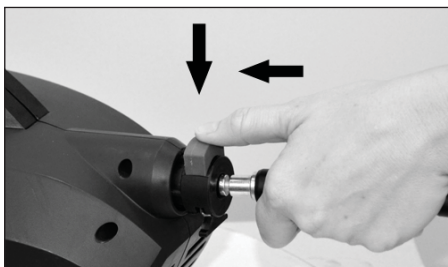

Figura 6 - Conecte la manguera de jardín a la unidad
5. Conecte la lanza a la pistola, giro y bloqueo; Conecte la boquilla de la lanza pulsando el botón de conexión fácil (ver la figura 6 & 7.)